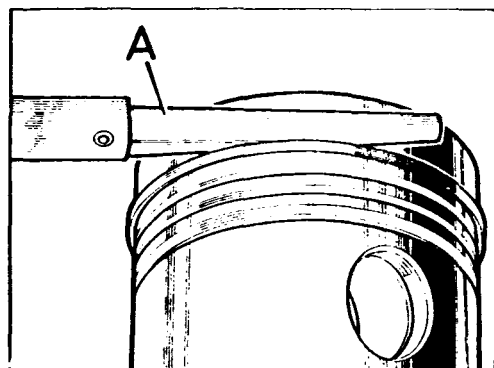

Fig. A1-106 Comprobación del juego de los segmentos en sus carriles de pistones
- 3.2. La comprobación del juego de los segmentos en sus gargantas se hará en la forma que se indica en la Fig. A1-106. Montar los dos segmentos de compresión con el lado que lleva grabada la palabra "TOP" hacia la parte superior. El segmento de engrase puede colocarse indistintamente en las dos posiciones, al igual que el cromado.